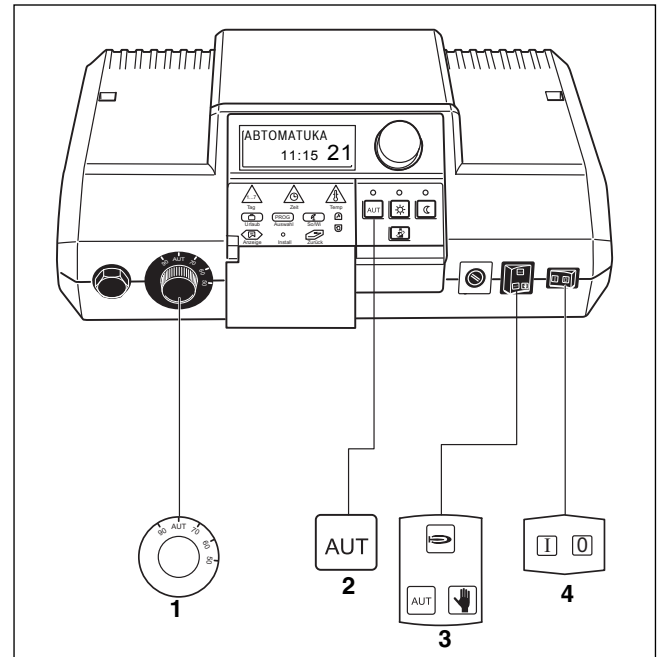

Рис. 8 Кнопки, необходимые для пуска в эксплуатацию
- ▶ Установите пусковой выключатель на " I " (ВКЛ.) (→ рис. 8, [4]).
- ▶ Поворачивая регулятор температуры котловой воды, установите его на "AUT" (→ рис. 8, [1]).
- ▶ Установите переключатель автоматического, аварийного режима, отопления и горячего водоснабжения на "AUT" (→ рис. 8, [3]).
- ▶ Нажать кнопку "AUT", для старта автоматического режима по таймеру (→ "Изменение режима работы", рис. 12) (→ рис. 8, [2]).
- ▶ Установите пусковой выключатель в положение "0" (→ рис. 8, [4]).